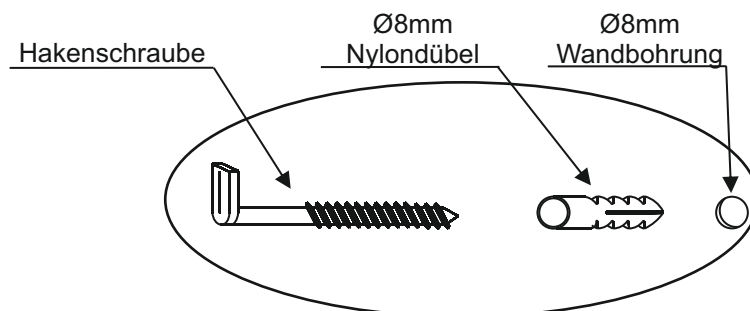

Abb. 6
7. Zur Montage des Paneels an die Zimmerwand bohren Sie mit einem Ø8mm Bohrer entsprechend den Aufhängebeschlügen 3 Dübellöcher in die Wand. Hängen Sie nach Montage von Kunststoffdübeln und Hakenschrauben das Paneel auf. (Abb.6)